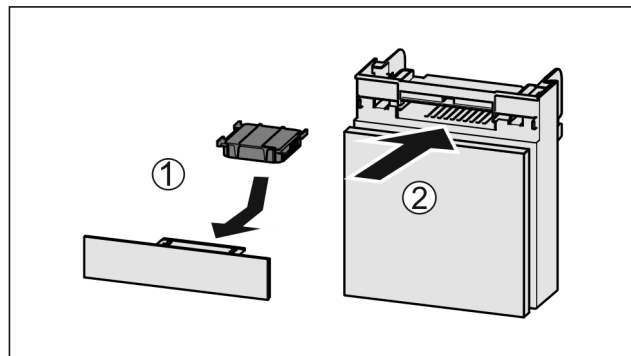

Fig. 49
- 按图装入 Fig. 49 (1) 活性炭过滤器。
- 推入 Fig. 49 (2) 抽屉。